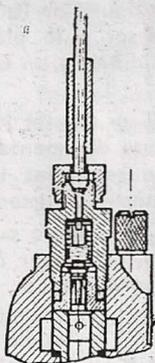

Fig. 38
6. Mettre le tube d'injection du deuxième (troisième et quatrième) cylindre et visser à la place du tuyau d'injection du premier cylindre un tube de capillaire (fig. 38).